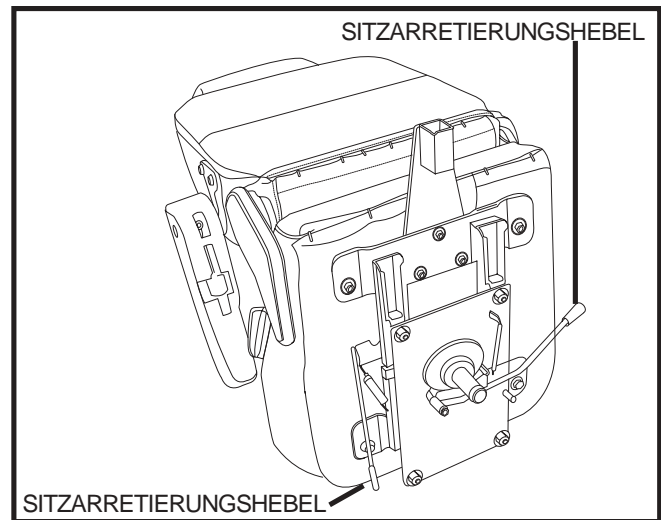

Abb. 16. Sitzeinstellungen
1. Sitzarretierungshebel nach vorne drücken, um den Sitz zu entriegeln. Siehe Abb. 16.
1. Ein Verriegeln des Sitzes in einer von acht Positionen ist mit dem Sitzarretierungshebel möglich. Siehe Abb. 16.